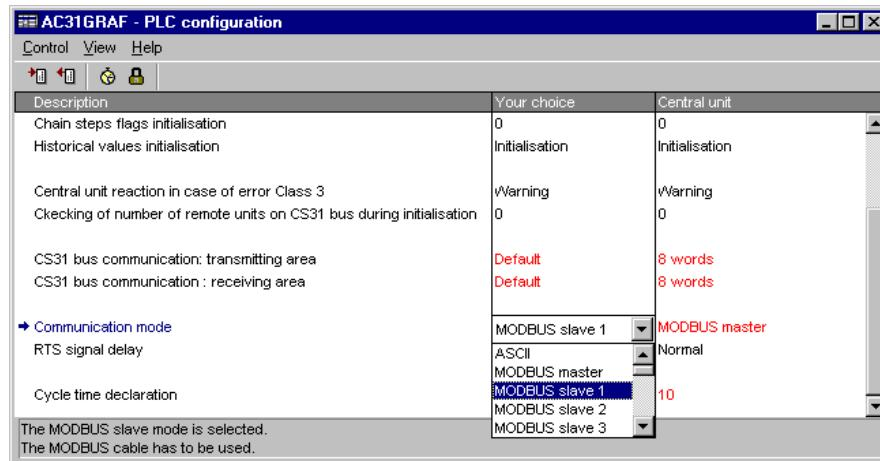

Figura 7-7: Configuración de COM1 a través de la ventana de configuración del PLC en AC31GRAF
- ⇒ Si utiliza la interfaz serie: Seleccione la dirección de MODBUS® en la lista de la línea "Communication mode" (ver Figura 7-7)